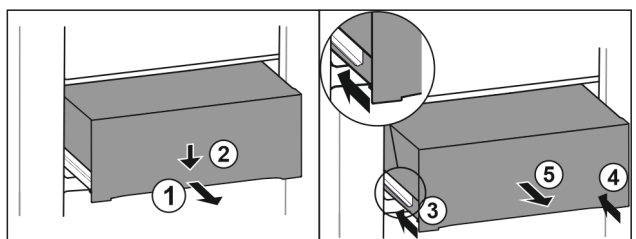

Fig. 78
- Trekk skuffen ut halvveis. Fig. 78 (1)
- Skyv skuffen foran nedover. Fig. 78 (2)
- Sett inn den venstre skinnen ca. 2 cm. Fig. 78 (3)
- Sett inn den høyre skinnen ca. 2 cm. Fig. 78 (4)
- Ta ut skuffen framover. Fig. 78 (5)